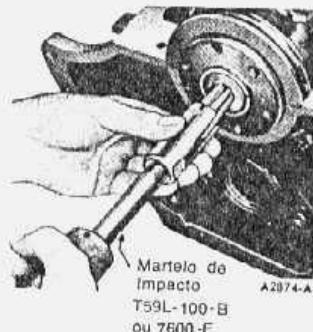

fig. 24 — remoção da bucha guia da árvore primária
2. Retirar a bucha guia da árvore primária conforme mostrado na fig. 24.